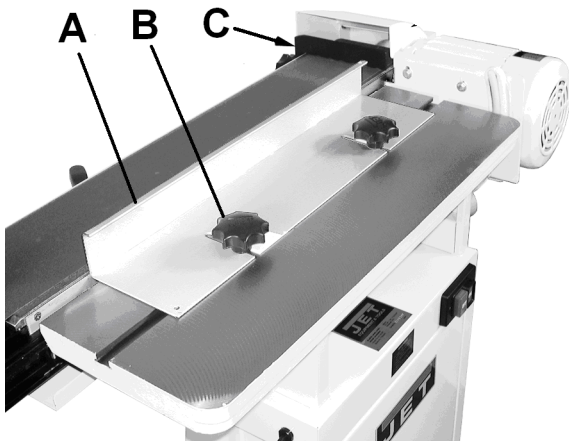

Fig 7
Montieren Sie den Schleifstopp (C, Fig 7) und den Horizontal-Anschlag (A) mit den Sterngriffschrauben (B)